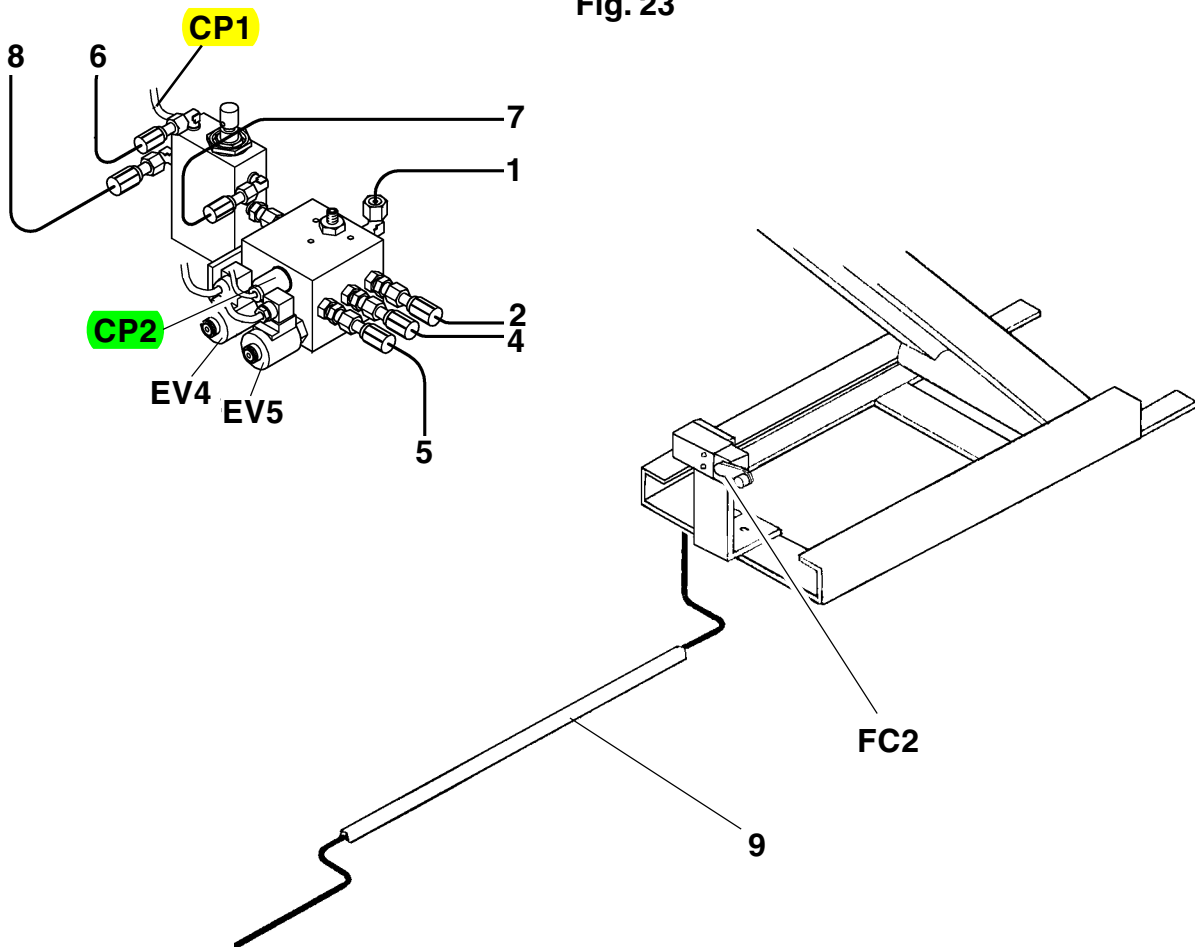

Fig. 24
Collegare i cavi presenti in centralina alle elettrovalvole EV4, EV5, ai pressostati CP1, CP2, (vedi Fig.24).
Posizionare il micro FC2 sotto alla pedana P1, infilare il cavo nella canalina (9 Fig.24) e collegarlo alla morsettieria nella centralina (vedi Fig.23). Fissare la canalina al suolo con gli appositi tasselli.
Connect the cables in the control unit to the solenoid valves EV4, EV5, to the pressure gauges CP1, CP2, (see Fig. 24). Place the microswitch FC2 below platform P1, fit the cable in the cableway (9 Fig. 24) and connect it to the terminal board in the control unit (see Fig. 23). Fasten the cableway to the floor using the plugs provided. Now place the platform P2 inside the pit, respecting the measurements shown in Fig. 18, especially dimension  $870^{+3}_0$  between the platforms, placing the shims (2) under the setscrews (1) of the base.
Die im Schaltschrank vorhandenen Kabel an die Elektroventile EV4, EV5, an die Druckwächter CP1, CP2, (siehe Abb. 24) und die Polung berücksichtigen. Den Mikroschalter FC2 unter der Fahrbahn P1 positionieren, das Kabel in die Kabelführung verlegen (9 Abb. 24) und an die Klemmleiste im Schaltschrank anschliessen (siehe Abb. 23). Die Kabelführung über die dazu vorgesehenen Dübel am Fussboden verdübeln. Nun die Fahrbahn P2 im Grubeninnern positionieren und die auf Abb. 18 angegebenen Masse einhalten, speziell die Quote  $870^{+3}_0$  zwischen den Fahrbahnen, indem die Unterlegscheiben (2) unter die Justierschrauben (1) des Grundrahmens gelegt werden.
Connecter les câbles du pupitre de commande aux électrovalves EV4, EV5, aux pressostats CP1, CP2, (voir Fig. 24).
Positionner le microinterrupteur FC2 sous le chemin de roulement P1, introduire le câble dans le cheminement (9 Fig. 24) et le raccorder à la barrette de connexion située dans le pupitre de commande (voir Fig. 23). Fixer le cheminement au sol au moyen des vis tamponnées spéciales. Positionner maintenant le chemin de roulement P2 à l'intérieur de la fosse, en respectant les mesures indiquées à la Fig. 18 et, d'une manière particulière, la cote  $870^{+3}_0$  entre les chemins de roulement en introduisant les cales (2) sous les vis de réglage (1).
Conecte los cables situados en el panel de mando a las electroválvulas EV4, EV5, a los presostatos CP1, CP2, (ver Fig. 24). Coloque el microinterruptor FC2 debajo de la plataforma P1, enfilar el cable en el conducto (9 Fig. 24) y conectarlo al tablero de bornes del panel de mando (ver Fig. 23). Fije el conducto en el suelo con los tacos apropiados.